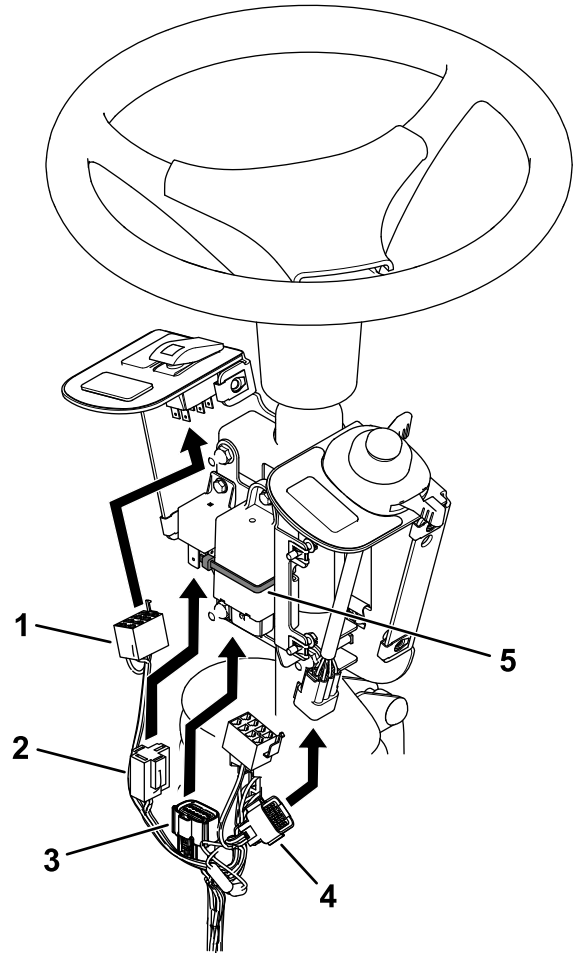

Figur 7
4. Monter blinklyset og relæet på sikringsmontageringspladen med 2 skruer (nr. 10 x $\frac{3}{8}$ ") som vist i Figur 7.